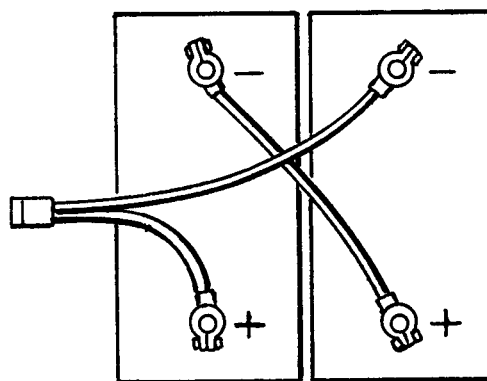

Fig. 20
4. Isæt batterierne ved hjælp af løftehåndtagene. Se fig. 20 for korrekt tilslutning og placering af batterierne.